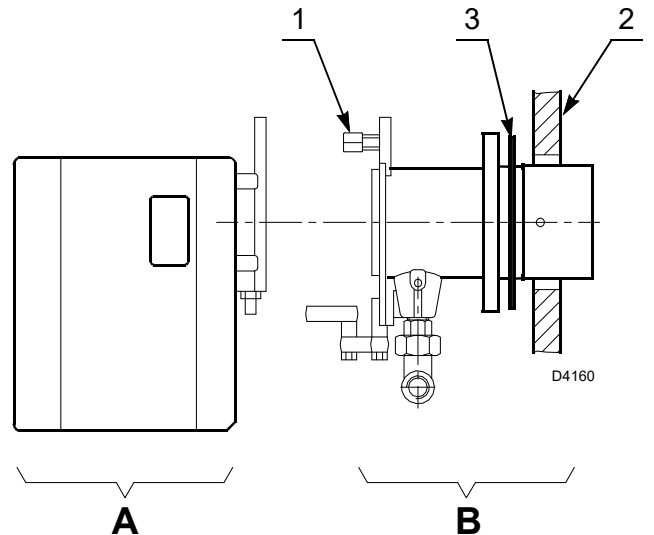

Abb. 9
- Den Flammkopf vom Brenner ausbauen, dazu die Mutter (1) abnehmen und die Gruppe A) herausziehen (Abb. 9).
- Die Gruppe B)(Abb. 9) an die Heizkesselplatte (2) befestigen und die beiliegende Isolierdichtung (3) einfügen.